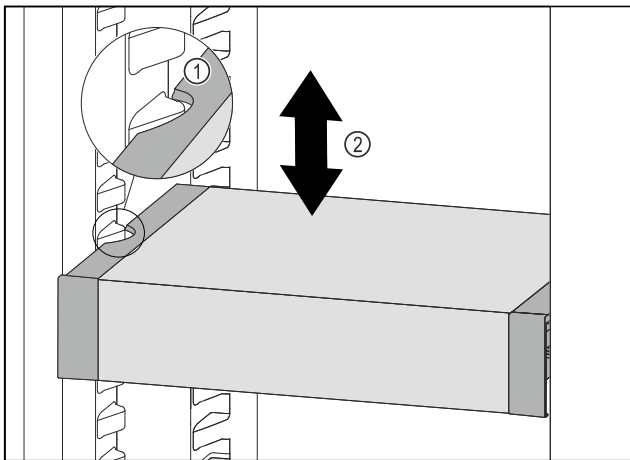

Fig. 106
- ▶ VarioSafe naar voren trekken tot de uitsparingen aan de zijkant van de VarioSafe zich ter hoogte van de rib in het koelgedeelte bevinden. Fig. 106 (1)
- ▶ VarioSafe in het koelgedeelte omhoog of omlaag bewegen tot de gewenste hoogte is bereikt. Fig. 106 (2)